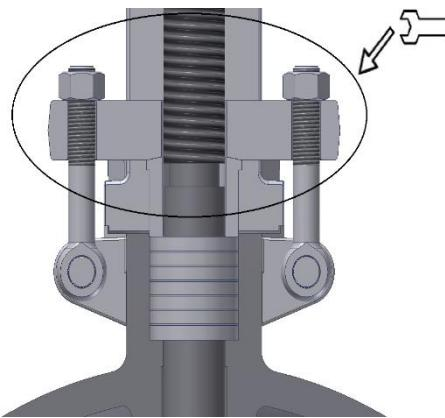

Рис. 2 Затяжка гаек уплотнения штока
- Уплотнение штока арматуры должно быть предметом особого внимания для качественного обеспечения герметичности и должно регулярно проверяться. Если обнаружена негерметичность уплотнения, необходимо равномерно подтянуть гайки нажимной планки (Рис. 2). Если при затянутых гайках общая высота набивки уменьшилась на размер, равный высоте двух уплотнительных колец, необходимо добавить новые кольца в уплотнение штока.